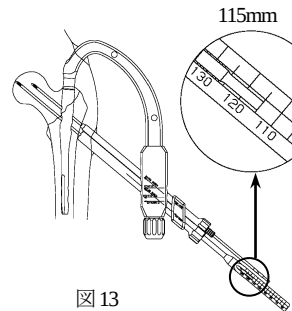

図13
- 11) ラグスクリュー用ガイドピンスリーブ (内筒) を抜き、スリーブ (外筒) に 3.2 ガイドピンデプスゲージ (骨面直接型) を挿入します。先端を骨面に押し当て、ガイドピン刺入深さを計測します。(図13)